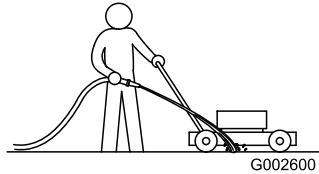

Figure 24
1. Mettez le moteur en marche après avoir amené la machine sur une surface revêtue plane et dirigez un jet d'eau devant la roue arrière **droite** (Figure 24).